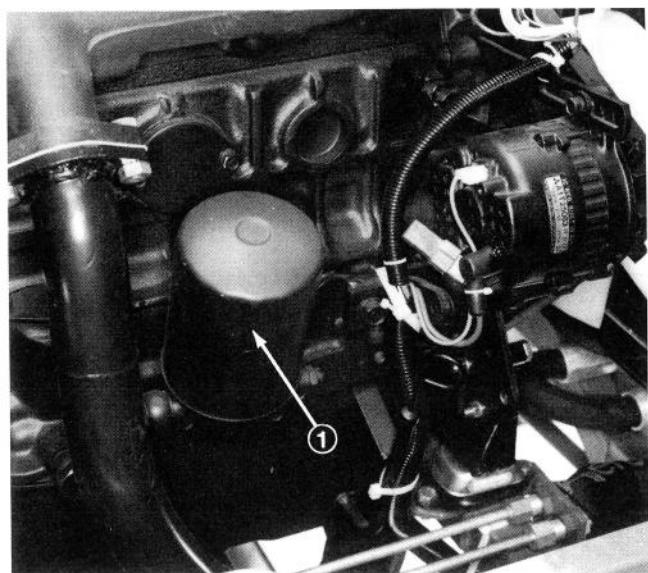

Figure 35
2. Retirer le filtre à huile (Fig. 35). Appliquer une fine couche d'huile propre sur le joint du nouveau filtre avant de le visser. NE PAS TROP VISSE.